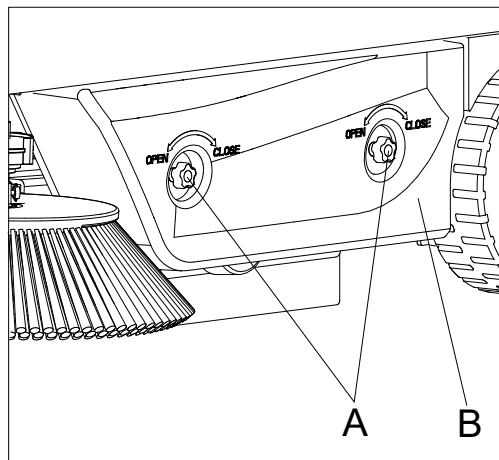

Figura 22
3. Slăbiți butoanele-șurub (C, Figura 22) și îndepărtați capacul din stânga (B, Figura 22).
13. Instalați capacul din stânga (B, Figura 22) prin strângerea butoanelor-șurub (A, Figura 22).
- Slăbiți butoanele-șurub (C, Figura 22) și îndepărtați capacul din stânga (B, Figura 22).